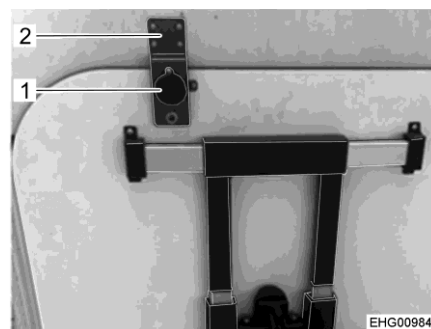

Bild 39 Bordsskiva (i hållare)
- Skjut in bordsskivan i hållaren (Bild 39,2) bakom förarstolen tills spärrknappen (Bild 39,1) snäpper till.
- Dra i spärrknappen (Bild 39,1). Spärren går upp.
- Dra ut bordet ur hållaren (Bild 39,2).